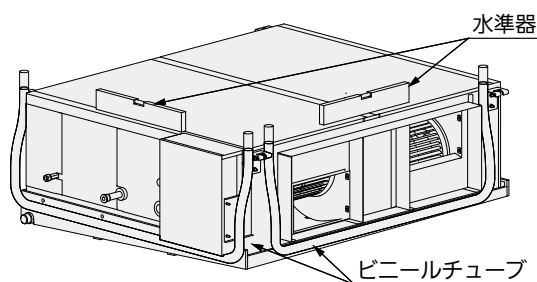

図 7
- 5-4. 室内ユニットを設置する場合、必ず水準器あるいは水を入れたビニールチューブを使用して室内ユニット四隅の水平を確認してください。吹出口側が下がって設置された場合、水飛びあるいは水漏れの発生するおそれがあります。また、残留したドレン水により、ドレンパン内部に汚れが堆積する場合があります。（図 7）